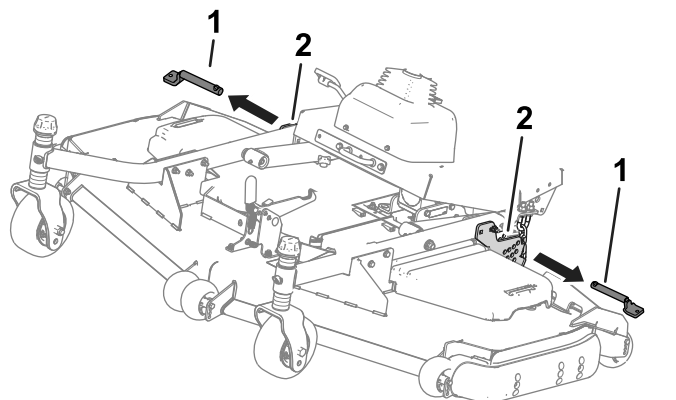

Figure 35
4. Retirez les goupilles des plaques de hauteur de coupe (Figure 35).